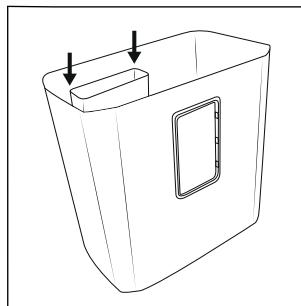

Abb. 1
- ◆ Montieren Sie den kleinen Auffangbehälter **10** im großen Auffangbehälter **12**. Schieben Sie dazu den kleinen Auffangbehälter **10** entlang der Führungs schienen im großen Auffangbehälter **12** nach unten, bis er vollständig eingerastet ist (siehe Abb. 1).
- Leeren Sie die Auffangbehälter ⑩/⑫ regelmäßig aus, um zu verhindern, dass Schneidgut von unten in die Schneidmesser eingezogen wird.
- ◆ Fassen Sie den Schneidaufsatz ⑥ an den beiden integrierten Tragmulden ⑧ links und rechts und nehmen Sie ihn vom großen Auffangbehälter ⑫ ab.
- ◆ Ziehen Sie den kleinen Auffangbehälter ⑩ aus dem großen Auffangbehälter ⑫.
- ◆ Leeren Sie den großen Auffangbehälter ⑫ und den kleinen Auffangbehälter ⑩ separat.
- ◆ Montieren Sie den kleinen Auffangbehälter ⑩ wieder im großen Auffangbehälter ⑫ (siehe Abb. 1).